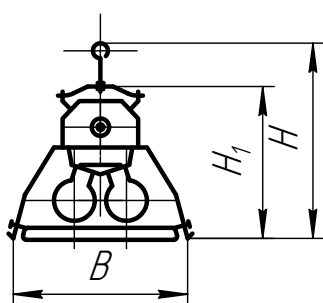

Рисунок 5: 1. Узел подвеса;
- 4.2 Светильник состоит из стального штампованного корпуса поз.2, панели поз. 3, отражателя поз.4, и решетки экранирующей поз.5(Рисунок 5) приложении А., узел подвеса поз.1 поставляется по требованию заказчика (приложении В).
Снимите панель и установите ламповые патроны (Рис. 5) (патроны с осевой компенсацией устанавливаются с одной стороны панели, без компенсации с другой). Соедините провода патронов с проводами электромонтажной схемы. Соедините провода электромонтажной схемы с контактами патронов.